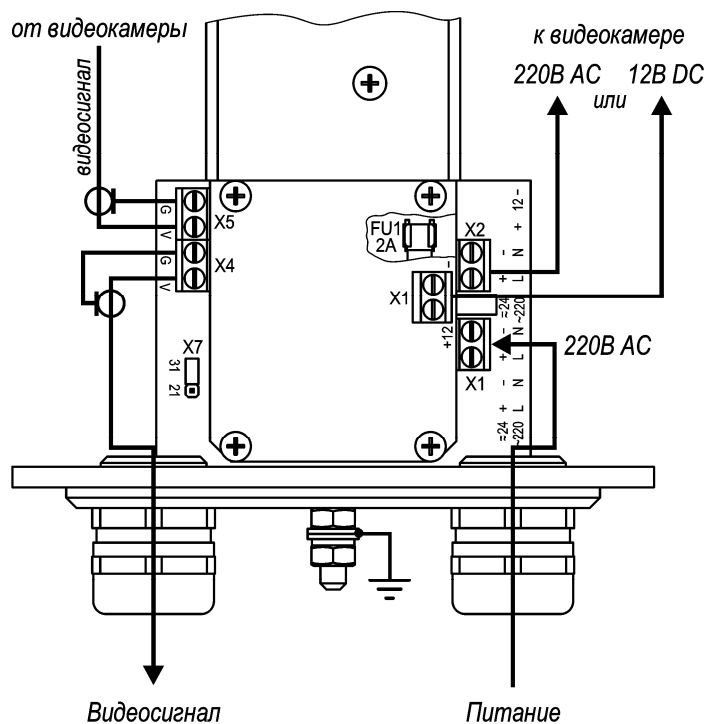

Рис.2 Подключение ТГБ-9-24/12(24); ~24/12(~24)
4. Подсоединить видеокамеру к контактам платы коммутации в соответствии со схемой подключения (рис.2, 3 или 4).
5. Ввести через гермоводы внешние кабели (кабель видео или интерфейсный кабель и кабель питания) и подключить их к плате коммутации (рис.2 или 3).
Предприятием изготовителем джампер Х7 установлен в положение «31» - мощность обогрева 31 Вт, для изменения мощности на 21 Вт джампер Х7 необходимо переставить в положение «21» (см. рис.2 и 3).